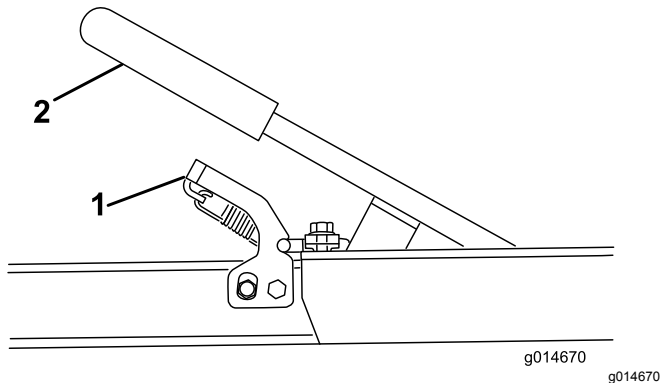

Figure 11
1. Tout en gardant le contrôle du plateau de la remorque et en tenant la poignée, appuyez sur le dispositif de verrouillage et la poignée de levage (Figure 11). Abaissez le plateau de la remorque au sol.
7. Appuyez sur la poignée jusqu'à ce que la remorque s'enclenche dans le dispositif de verrouillage (Figure 11).